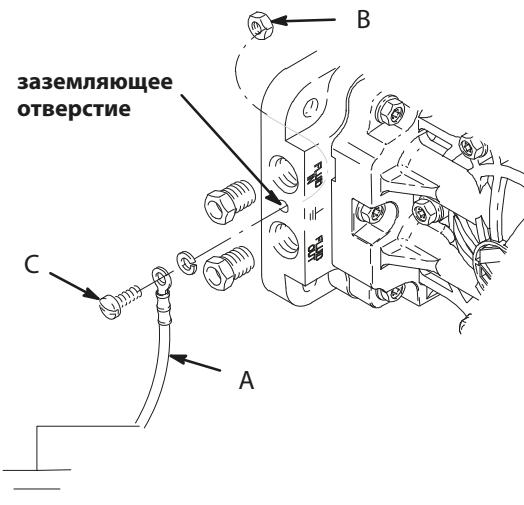

Рис. 1
Насосы из полипропилена и PVDF не проводят ток. При перекачивании токопроводящих легковоспламеняемых жидкостей **всегда** заземляйте всю гидравлическую систему, обеспечивая электрический путь к фактическому грунтовому заземлению. См. рис. 1. **Никогда** не используйте насос из полипропилена или PVDF с непроводящими ток горючими жидкостями согласно требованиям местных правил противопожарной безопасности. Проконсультируйтесь с поставщиком жидкости относительно ее токопроводности или удельного сопротивления.
Насос. Соедините провод заземления (A) и зажим, деталь № 222011. См. рис. 1. Точки заземления насоса находятся на коллекторе между впускным и выпускным отверстиями. Воспользуйтесь гайкой (B) и болтом (C), предоставляемыми вместе с насосом, и установите насос указанным ниже образом.